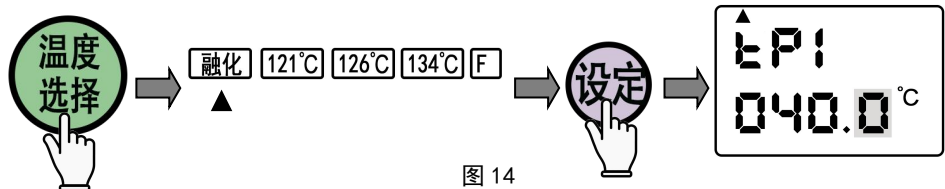

图 14
⑥融化温度/时间设定：按“温度选择”键将▲移动至融化选项（图 14），接着按“设定”键进入 tP1 融化温度设置界面，再按“设定”键切换，进入 t1 融化时间设置界面。融化温度设置范围为（40℃-100℃），时间设置范围为（1min-9999min）设定结束再按“设定”键返回主界面。